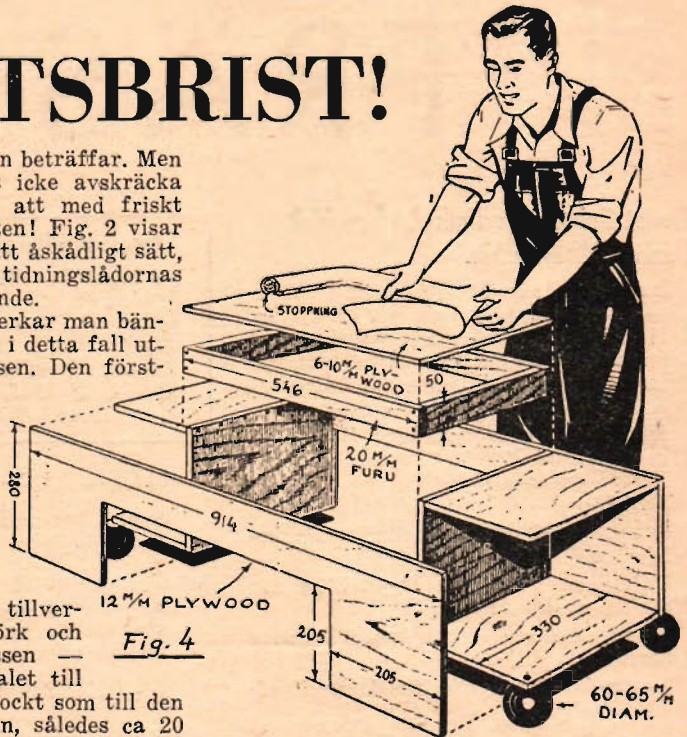

Fig. 4
4. Skruven iskrivas, och man erhåller ett fullständigt fast montage. (Se fig. 4 med hållkrafternas fördelning.)
Ovan i fig. 4 har vi ritningen till den dvärgsignal som visas i foto på fig. 1. Observera dess originella utseende. Sådana signaler förekommer alltmåra. Dvärgsignalerna på bangårdar kan mycket ofta döljas av plattformar o. dyl., varvid man helt enkelt monterar signalerna på konsoler.